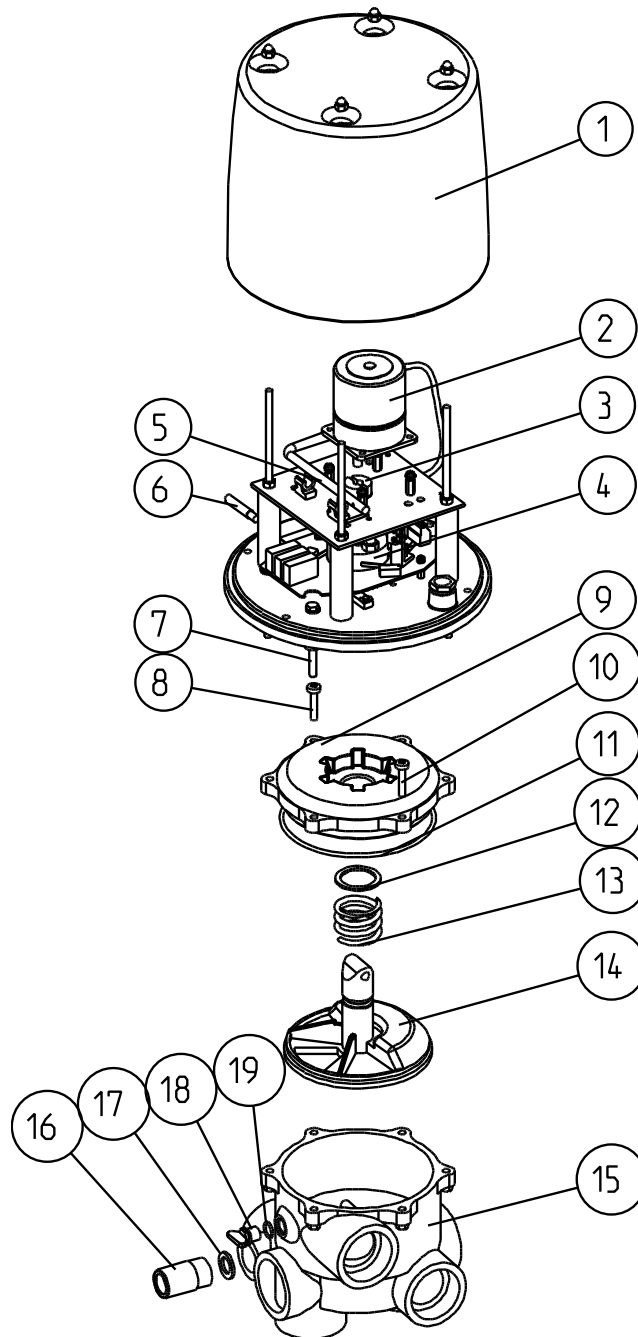

Abb. G-1: Explosionsdarstellung zum F 800 A Automatik-Mehrwegeventil mit Automatik-Stellantrieb
1. Bei Ausfall des Motors des Automatik-Stellantriebes müssen die notwendigen Filterspülungen bis zur Instandsetzung manuell durchgeführt werden. Gehen Sie hierfür wie folgt vor (die Positionsnummern in Klammer beziehen sich auf die Abb. G-1):
1. Bei Ausfall der Schalterplatine des Automatik-Stellantriebes müssen die notwendigen Filterspülungen bis zur Instandsetzung manuell durchgeführt werden. Gehen Sie hierfür wie folgt vor (die Positionsnummern in Klammer beziehen sich auf die Abb. G-1):
Hinweis: Die Positionsnummern (in Klammer) beziehen sich auf Abb. G-1.